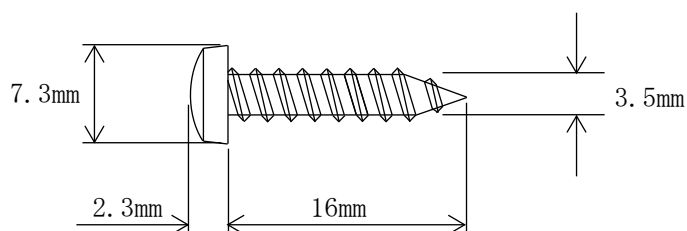

図 3-7 タッピングネジの寸法図
- ・ 十字穴付(+) A バインドタッピングネジ × 4 個(図 3-7 参照 お客様にてご準備ください。)